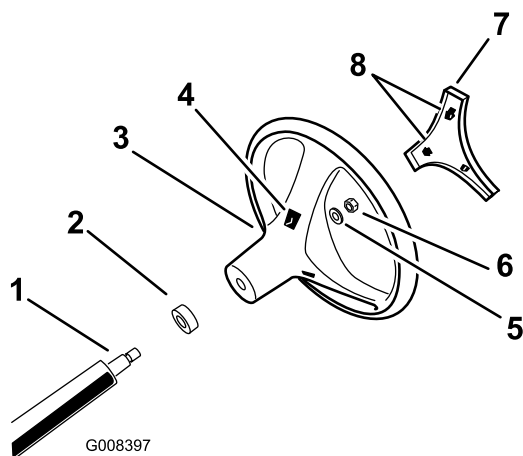

Figura 3
4. Fixe o volante ao eixo, utilizando a porca (Figura 3). Aperte a porca a 24–29 Nm..